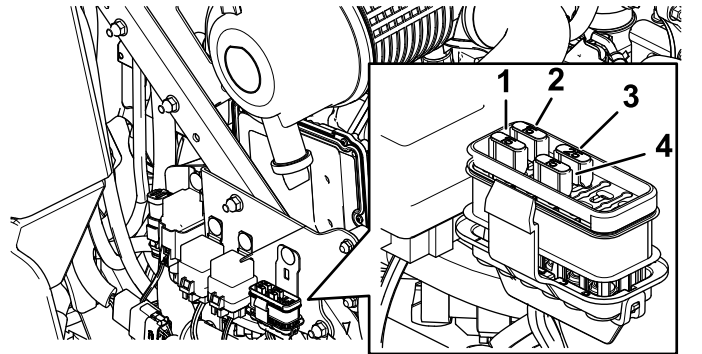

Bild 50
3. Setzen Sie eine neue Sicherung ein (Bild 50).